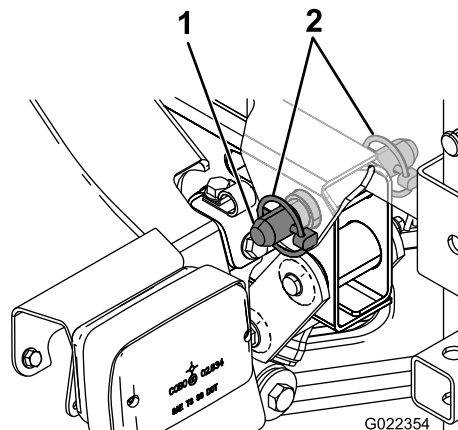

Figura 10
5. Aliniați găurile din consolele pivot din partea din spate a ansamblului saniei rezervoarelor cu găurile din tubul pivot al platformei de la capătul cadrului vehiculului (Figura 10).
6. Instalați un tift conic cu cap i gaură pentru cui spintecat i 2 tifturi de prindere pe consola pivot pentru a fixa ansamblul rezervoarelor pe cadrul (Figura 10).